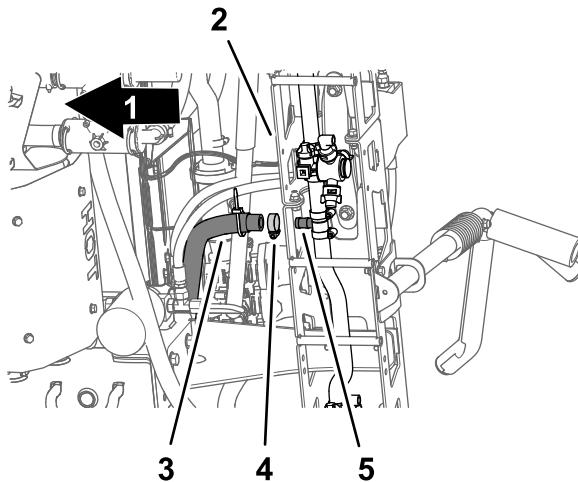

Figure 36
- Sous la section de pulvérisation centrale, retirez le collier qui fixe le flexible d'alimentation de la section de pulvérisation centrale au raccord en T cannelé (Figure 36).